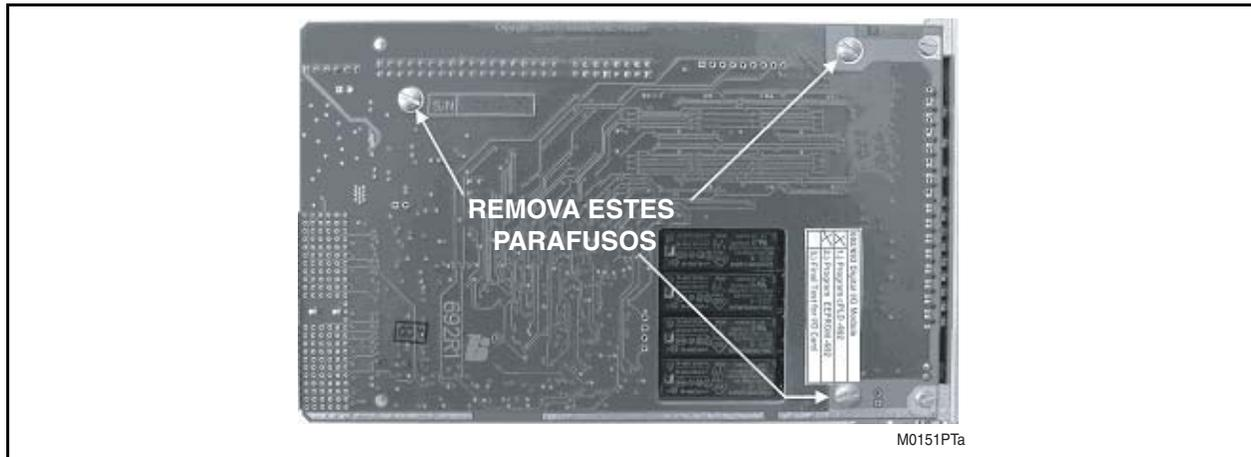

FIGURA 14 - DESMONTAGEM DO MÓDULO P30A
1. Retirar os seis parafusos (três de cada lado) indicados na Figura 14 e colocar de lado as placas de blindagem com as etiquetas PCB 712. Identificar as placas de circuito principais que compõem o módulo P31. Encontram-se marcadas com as etiquetas 693, 692 e 716.